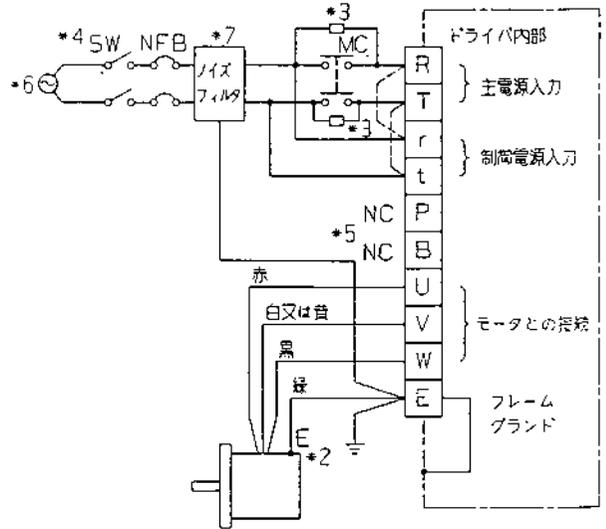

図1. 端子台への配線例
- (1) 各電線の芯線は  $2\text{mm}^2$  以上としてください。又端子への接続には絶縁被覆付圧着端子を御使用ください。
- (2) モータ接地端子(E)とドライバの接地端子(E)は確実に接続し、ノイズフィルタの接地端子と共に1点接地してください。接地は第3種接地（接地抵抗値  $100\Omega$  以下）をお願いします。 図1(\*2)
- (3) 電磁接触器、リレー等のコイル、接点には誤動作防止のためサージ吸収回路を必ず挿入してください。 図1(\*3)
- (4) 電源スイッチを設け非常時には電源を必ず遮断してください。 図1(\*4)
- (5) 端子P、Bには何も接続しないでください。又電源投入時、P、Bには高電圧が印加されていますので触れないでください。 図1(\*5)
- (6) 電源電圧はパネル面に表示している電圧を印加してください。 図1(\*6)
- (7) 誤動作防止、ラジオノイズ軽減のため、ノイズフィルタを設置してください。
(例：(株)トーキン製 LF-215) 図1(\*7)